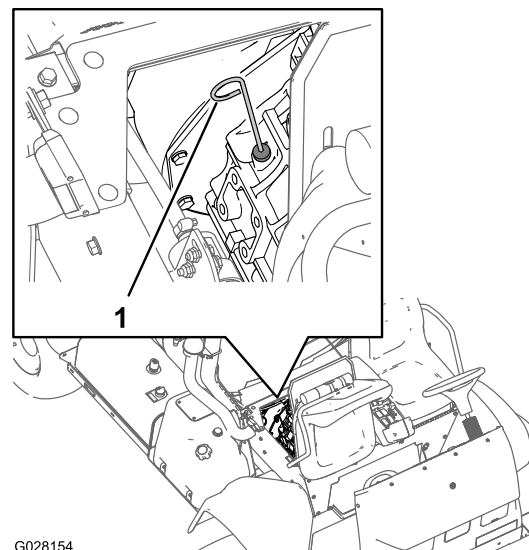

Bild 18
2. Nehmen Sie den Peilstab heraus, der sich unter dem Fahrersitz befindet, und wischen Sie ihn mit einem sauberen Lappen ab (**Bild 18**).